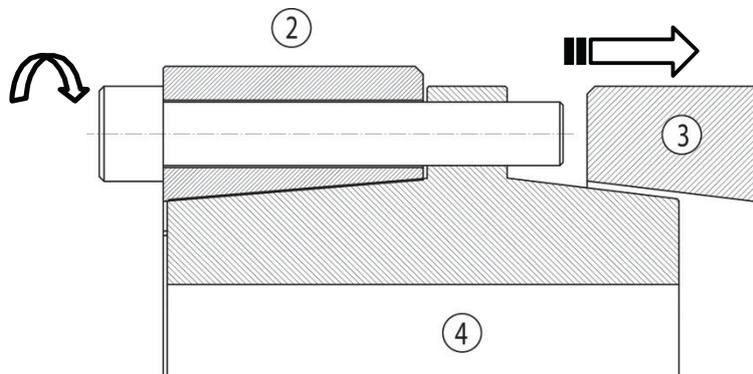

Bild 6
1. Lösen sie alle Zylinderschrauben (5) und schrauben so viele wie möglich in die Abdrückgewinde der Doppelkegelhülse (4), wie in Bild 6 beschrieben ein.